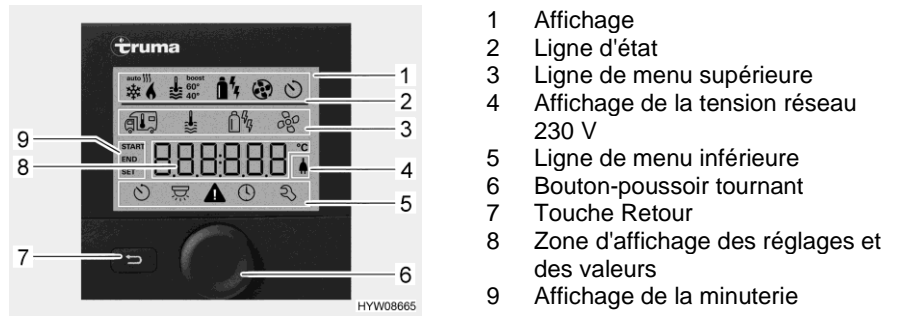
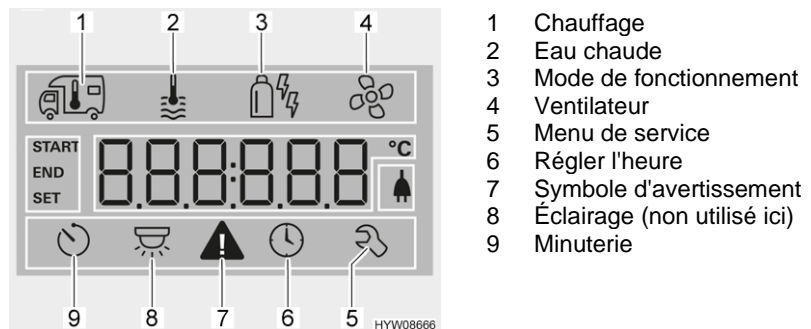

Fig. 118 Unité de commande avec affichages
Fig. 119 Écran (unité de commande)
- Ligne d'état (Fig. 118,2)
- Ligne de menu supérieure (Fig. 118,3)
- Zone d'affichage (Fig. 118,8)
- Ligne de menu inférieure (Fig. 118,5)
- Appuyer sur le bouton-poussoir tournant (Fig. 118,6) pendant env. 3 secondes. Les deux lignes de menu (Fig. 118,3 et Fig. 118,5) sont affichées. Le premier symbole clignote.
- Tourner le bouton-poussoir tournant (Fig. 118,6) jusqu'à ce que le symbole de menu désiré clignote.
- Appuyer sur le bouton-poussoir tournant pour enregistrer la valeur réglée. Si la valeur réglée à l'origine ne doit pas être modifiée : Appuyer sur la touche Retour (Fig. 118,7).
- Tourner le bouton-poussoir tournant (Fig. 118,6) jusqu'à ce que le symbole de menu du chauffage (Fig. 119,1) clignote.
- Appuyer sur le bouton-poussoir tournant pour enregistrer la valeur réglée. Le symbole clignote dans la ligne d'état (Fig. 118,2) jusqu'à ce que la température ambiante réglée soit atteinte. Si la valeur réglée à l'origine ne doit pas être modifiée : Appuyer sur la touche Retour (Fig. 118,7).
- Tourner le bouton-poussoir tournant (Fig. 118,6) jusqu'à ce que le symbole de menu de l'eau chaude (Fig. 119,2) clignote.
- Appuyer sur le bouton-poussoir tournant pour enregistrer la valeur réglée. Le symbole clignote dans la ligne d'état (Fig. 118,2) jusqu'à ce que la température d'eau chaude réglée soit atteinte. Si la valeur réglée à l'origine ne doit pas être modifiée : Appuyer sur la touche Retour (Fig. 118,7).
- Tourner le bouton-poussoir tournant (Fig. 118,6) jusqu'à ce que le symbole de menu de mode de fonctionnement (Fig. 119,3) clignote.
- Appuyer sur le bouton-poussoir tournant pour enregistrer le mode de fonctionnement réglé. Si le réglage d'origine ne doit pas être modifié : Appuyer sur la touche Retour (Fig. 118,7).
- Tourner le bouton-poussoir tournant (Fig. 118,6) jusqu'à ce que le symbole de menu du ventilateur (Fig. 119,4) clignote.
- Tourner le bouton-poussoir tournant (Fig. 118,6) jusqu'à ce que le symbole de menu de la minuterie (Fig. 119,9) clignote.
- Appuyer sur le bouton-poussoir tournant. La minuterie est activée. Le symbole de la minuterie (Fig. 119,9) clignote quand cette dernière est programmée et active.
En cas d'avertissement, le symbole correspondant (Fig. 119,7) clignote. Le chauffage continue de fonctionner. Le symbole d'avertissement s'éteint de lui-même quand il ne s'agit que d'un dérangement passager.